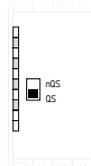

Fig. 3
**Configuración del interruptor (véase fig. 3)**